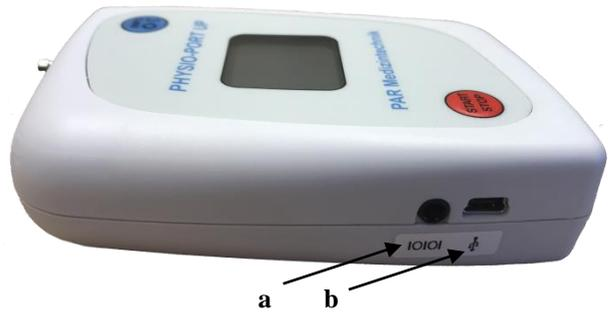

Bild 5-1 Anschlüsse für Verbindungsleitung zum PC
- Bei Verwendung der USB-Schnittstelle (**b**, Bild 5-1), mit der Verbindungsleitung A867
- Bei Verwendung der seriellen Schnittstelle (**a**, Bild 5-1), mit der Verbindungsleitung A2077
Bei der Verwendung der USB-Schnittstelle (b, Bild 5-1) muss - wie nachfolgend beschrieben - der USB-Treiber installiert und die Schnittstelle geprüft werden.